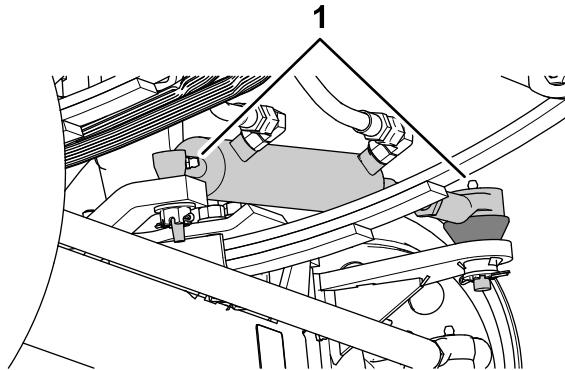
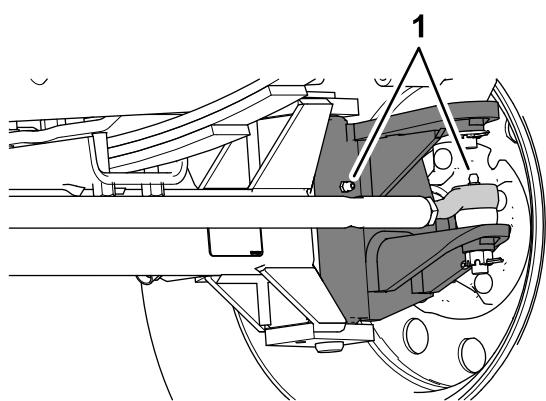

Figura 63
Figura 64
- Pulite con un panno i raccordi di ingrassaggio (Figura 63 e Figura 64).
- Pompatate del grasso nel raccordo di ingrassaggio (Figura 63 e Figura 64).
Nota: La posizione dei raccordi di ingrassaggio è illustrata nella Figura 63.